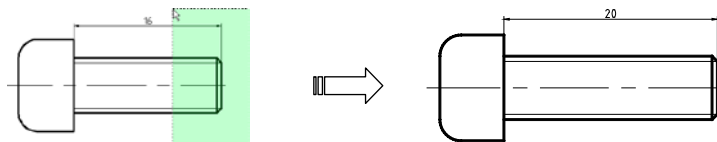

图 3-25 拉伸对象
- 通过交叉选择获得的拉伸对象, 如果所有夹点都落入选择框内, 图形将发生平移; 如果只有部分夹点落入选择框, 图形将沿拉伸位移拉伸; 如果没有夹点落入选择窗口, 图形将保持不变, 如图 3-25 所示。